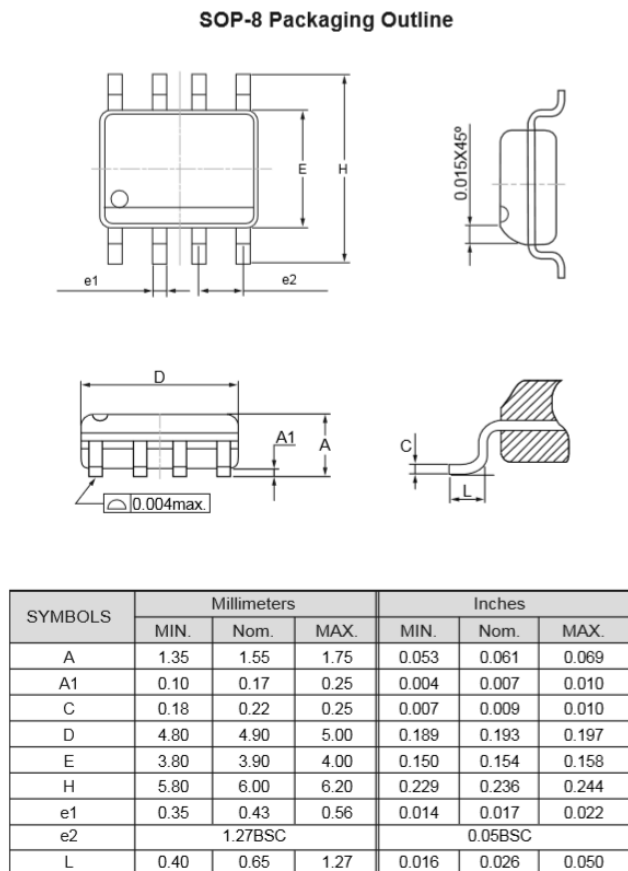
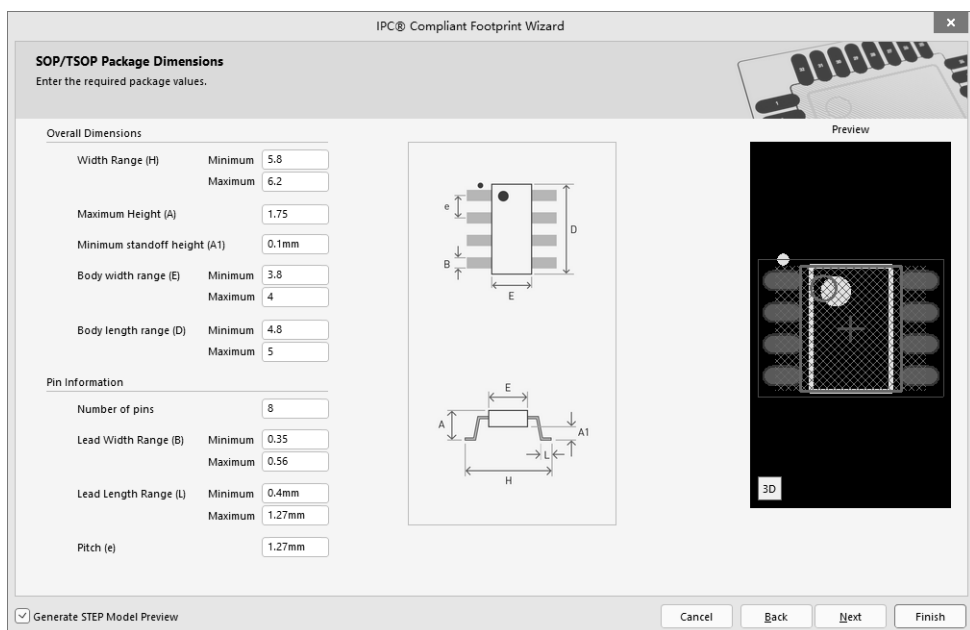

图 3-44 SOP-8 封装规格书
图 3-47 输入芯片参数
SOP-8 封装规格书如图 3-44 所示。
(3) 选择好封装类型之后，单击 Next 按钮，在弹出的 SOP/TSOP Package Dimensions 对话框中根据图 3-44 所示的芯片规格书输入对应的参数，如图 3-47 所示。